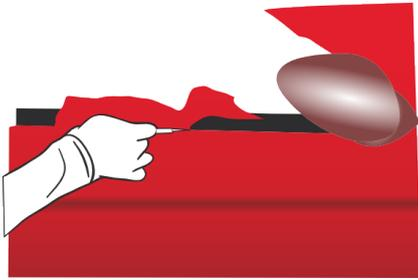

Abbildung 39
- › Um den Zuschnitt durchzuführen, muss die Klinge des Cutters flach, zwischen der Karosserie und der Fuge, und senkrecht zur Fuge aufgelegt werden. Führen Sie den Zuschnitt durch, wobei Sie die Ausrichtung der Klinge immer beibehalten. (Abb. 39)